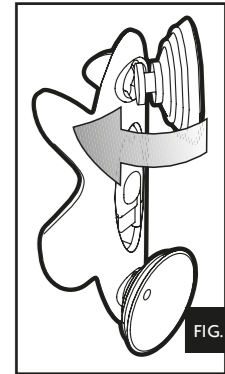

FIG. 2
- 1- Mount the suction cups onto the support provided, inserting them as shown in (fig. 2).
- 1- Montez les ventouses sur le support en les insérant comme en fig. 2.
- 1- druk de zuignappen in de houder zoals te zien op afbeelding 2.
- 1- Ponga las ventosas en el soporte insertándolas como en fig. 2